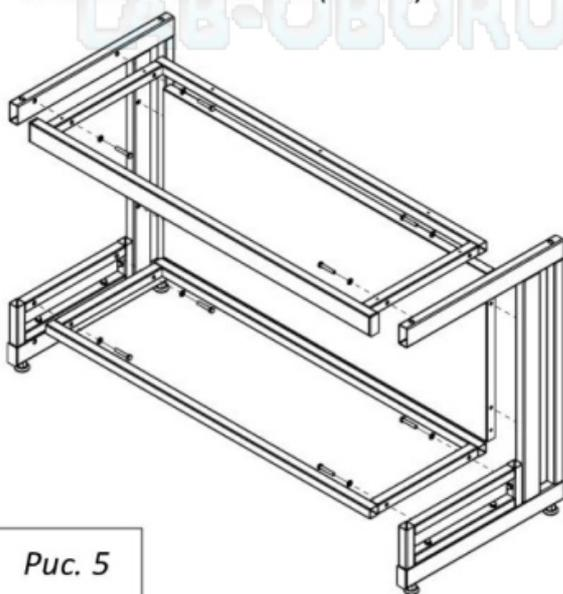

Рис. 5
6. Если предполагается установка низких тумб, установите раму для низких тумб, используя болты М8х45, шайбы 8 и предусмотренные в боковых рамах заклёпки-гайки М8 (Рис. 5)